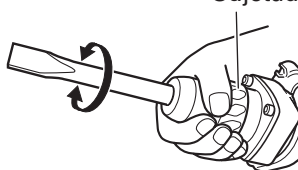

Fig. 9
- Gire la palanca selectora como se muestra en la Fig. 9 y fije la herramienta en la dirección de trabajo deseada.
- Cambia la palanca selectora a “martilleo” de acuerdo con los procedimientos mencionados en el ítem (1) anterior y asegure la posición de la herramienta.